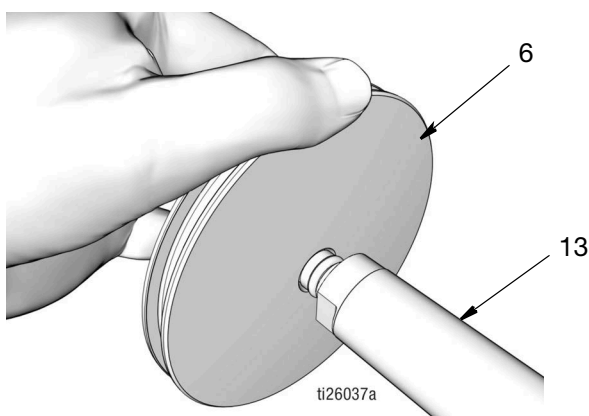

FIG. 48
- Empuje el pistón (6) sobre el extremo del vástago del pistón (13) hasta que se asiente en el vástago (FIG. 48).